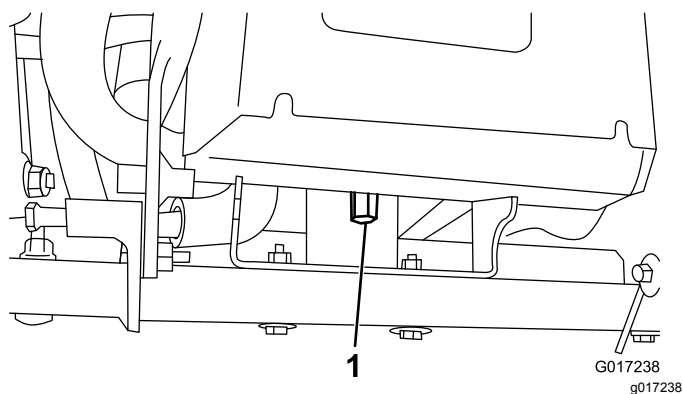

Figure 10
4. Retirez le grand écrou qui fixe l'arrière du socle de la batterie au cadre de la machine (Figure 10).